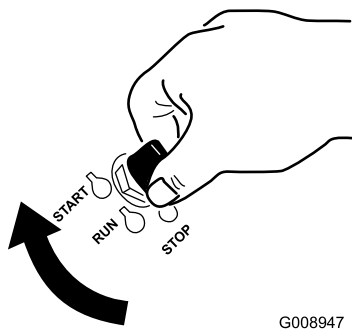

Figure 11
1. Tournez la clé de contact à la position de démarrage (Figure 11). Relâchez la clé quand le moteur démarre.
7. Tournez la clé de contact à la position de démarrage (Figure 11). Relâchez la clé quand le moteur démarre.